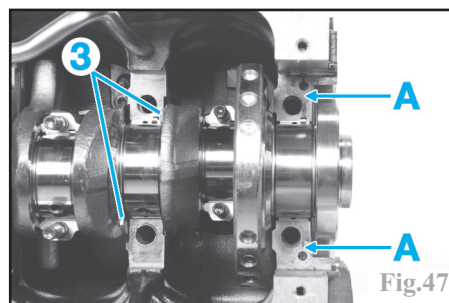

Fig.47
Placer de chaque côté du palier n°2 (côté volant moteur), les cales de réglage (3) du jeu axial avec la face rainurée côté vilebrequin (Fig.47).
Poser le vilebrequin sur le bloc moteur. Mettre de la pâte d'étanchéité sur la surface d'appui du palier n° 1 en (A) (Fig.47). Monter l'outil (1) (Ford 303-1057) de centrage du palier (Fig.53).